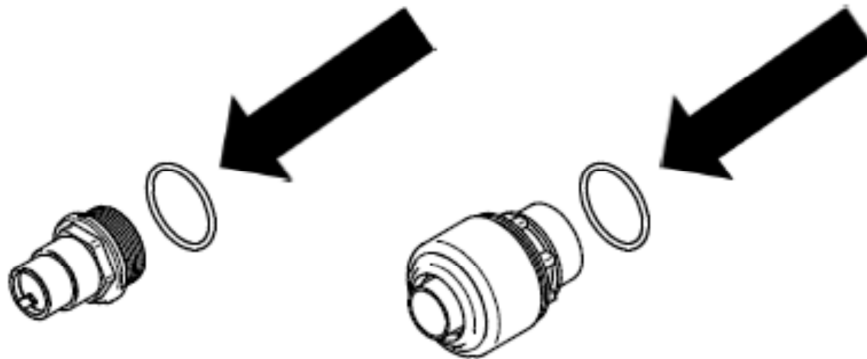

Fig. 26
- ⚠ Setzen Sie den O-Ring (Fig. 26).